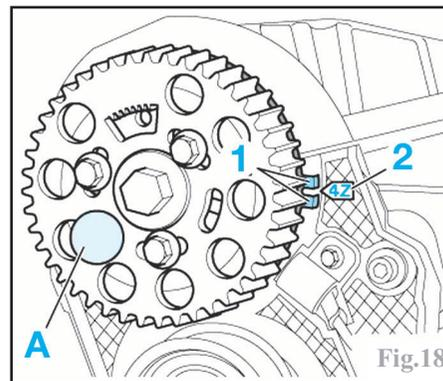

Fig.18
Tourner le vilebrequin pour l'amener au PMH. L'espace entre les deux ergots (1) de la couronne de l'arbre à cames doit coïncider avec le repère «4Z» (2) sur le protecteur arrière de courroie crantée (Fig.18).
L'espace entre les deux ergots (**1**) de la couronne de l'arbre à cames doit coïncider avec le repère «4Z» (**2**) sur le protecteur arrière de courroie crantée (Fig.18). Vérifier :